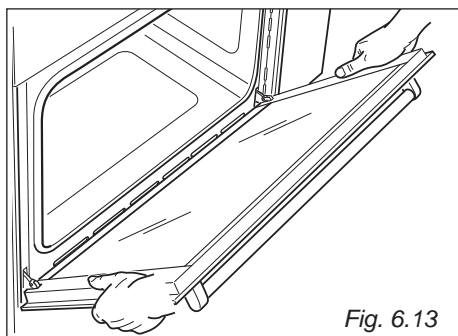

Fig. 6.13
- Hold ovnlågen som vist på Fig. 6.13.